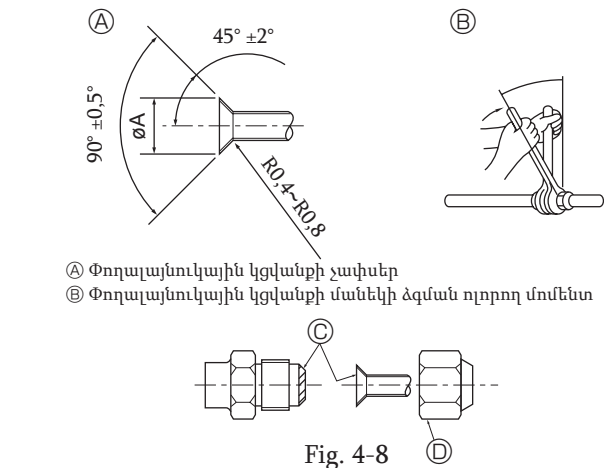

Fig. 4-8
Ա (Fig. 4-8)
Բ (Fig. 4-8)
4.2. Խողովակների միացում (Fig. 4-8)